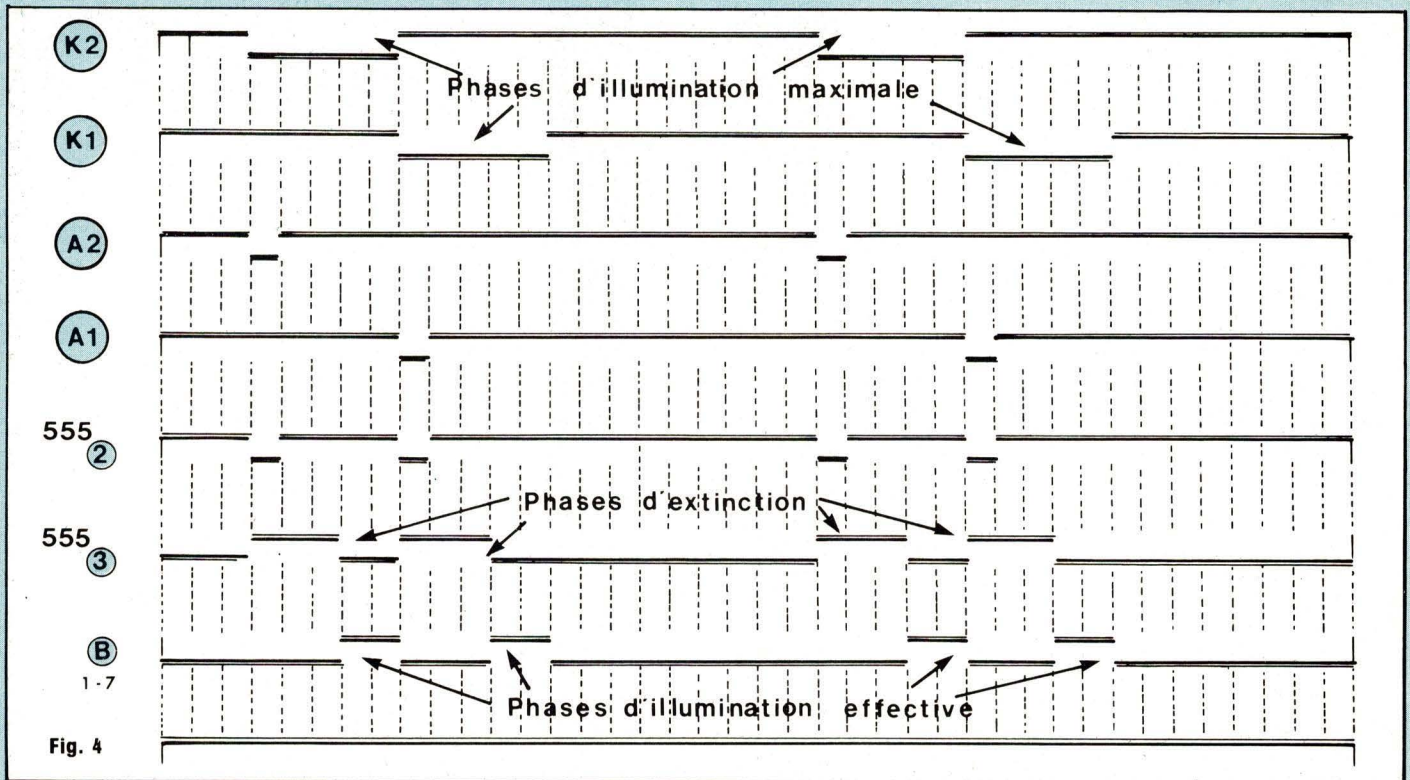

Fig. 4
Il est donné fig. 2. Le décodeur BCD-7 segments choisi est le HEF 4543B car il possède une entrée d'inhibition active à l'état haut qui permet de bloquer l'affichage. Pour réduire le courant moyen de segment et donc l'intensité lumineuse le meilleur moyen est de réduire le temps de passage du courant. Ce courant passe au maximum pendant 0,25 ms par période de 1 ms dans chaque afficheur. Partant d'un courant maximal statique de 80 mA, le multiplexage divise ce courant par 4 et donne un courant moyen de 20 mA. Pour obtenir un courant moyen de 1 mA il ne faudra autoriser son passage que pendant 1/80^e du temps soit 12,5 μ s par période et donc bloquer l'affichage pendant 237,5 μ s. La fig. 4 montre le diagramme des temps des signaux à l'intérieur du schéma fig. 2. K1 et K2 sont les signaux de commande des cathodes des deux premiers chiffres délivrés par le ICM 7217 du speedomètre. Ils sont actifs à l'état bas puisque prévus pour des afficheurs à cathode commune. Ces signaux K1 et K2 sont différenciés par les condensateurs C3 et C4 pour donner des impulsions A1 et A2 qui sont toutes appliquées à la borne de déclenchement d'un monostable 555 (2) dont la sortie 3 passe donc à l'état haut et bloque l'affichage au début de chaque phase de 250 μ s. La durée de ce blocage, qui ne doit pas atteindre 250 μ s, dépend de la résistance d'une photorésistance LDR.